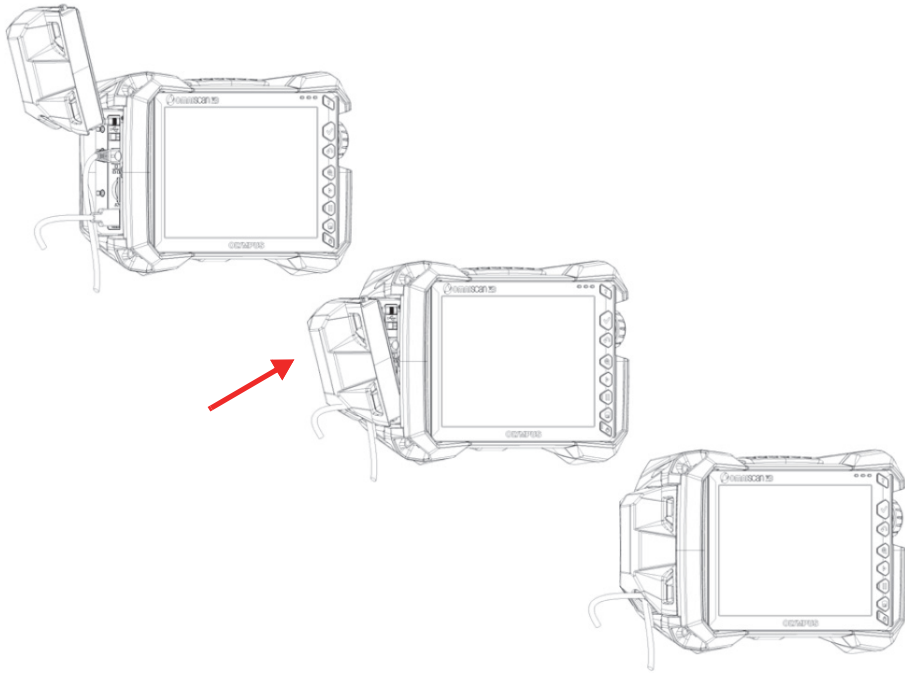

图 2-12 将特殊用途舱门锁定到位
4. 将特殊用途舱门安全地锁定到位（参见第38页的图 2-12）。